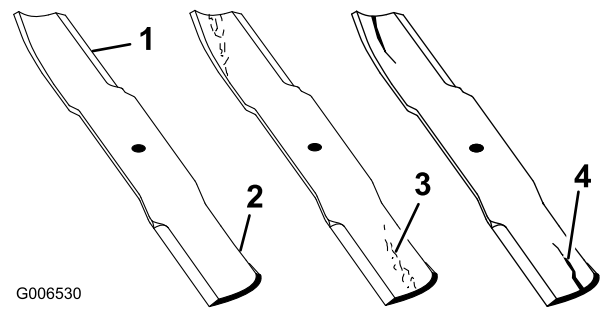

Bild 87
1. Untersuchen Sie die Schnittkanten (Bild 87). Entfernen und schärfen Sie die Messer, wenn die Schnittkanten nicht scharf sind oder Auskerbungen aufweisen. Siehe „Schärfen der Messer“.
2. Prüfen Sie die Schnittmesser, insbesondere den gebogenen Bereich (Bild 87). Wenn Sie Schäden, Verschleiß oder Rillenbildung in diesem Bereich feststellen (Bild 87), sollten Sie sofort ein neues Schnittmesser einbauen.